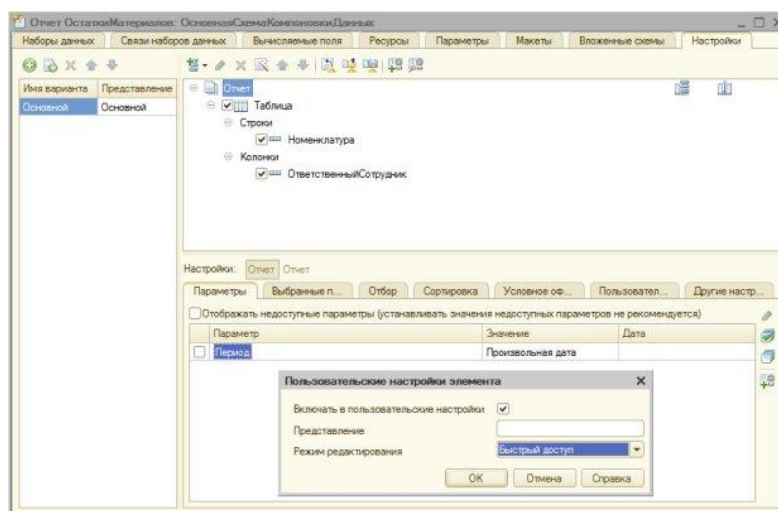

Рисунок 13.7- Настройка вывода параметра
10. Нажмем **ОК**, в отчет будет добавлена новая таблица. В нижней части формы конструктора СКД, на закладке **Параметры**, выделим параметр **Период** и нажмем на кнопку **Свойства элемента пользовательских настроек**. В появившемся окне установим флаг **Включать в пользовательские настройки**, режим редактирования оставим в значении **Быстрый доступ**, Рисунок 13.7. Это позволит нам вывести данный параметр в форму отчета, позволит пользователю выбирать нужный период перед построением отчета